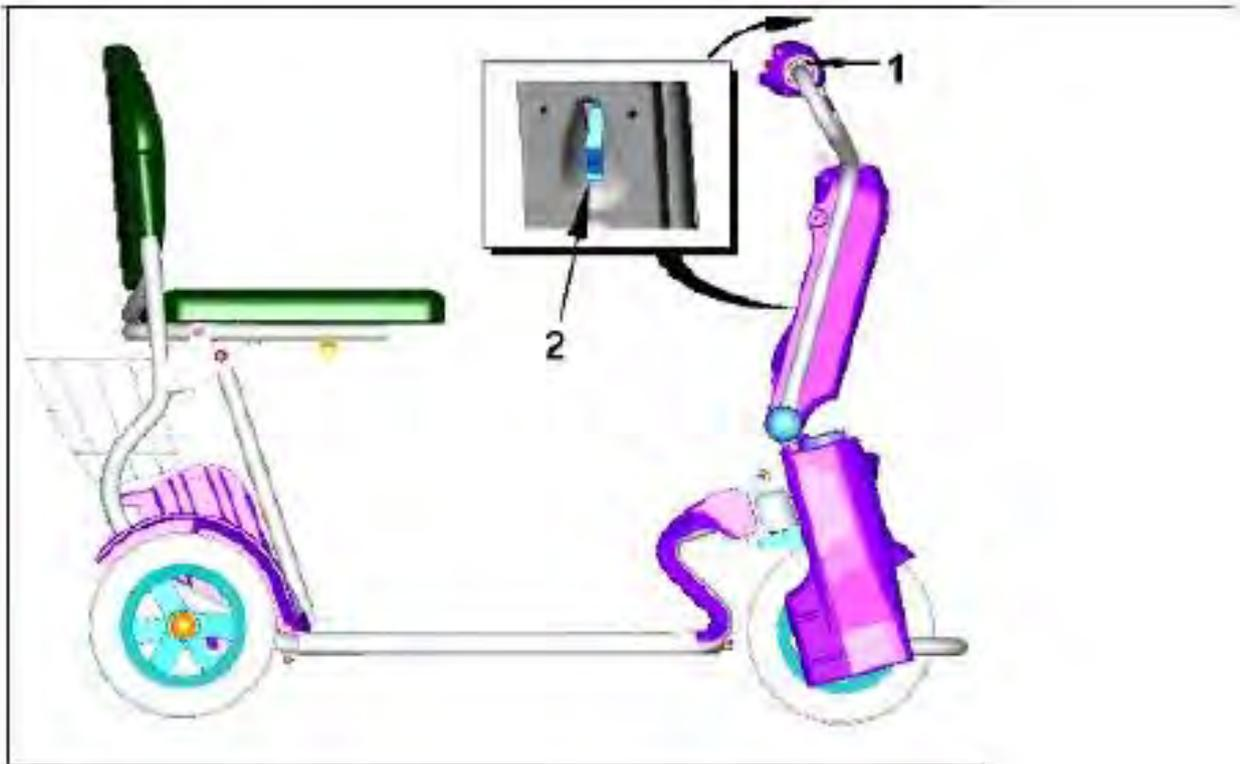

Figura 9
Para inclinar el manillar (1) hacia adelante tire de la palanca (2) hacia arriba como se muestra en figura 9, empuje el manillar (1) hacia delante, mientras que tira de la palanca (2). Cuando quiera fijar y asegurar el manillar (1) , tan sólo suelte la palanca (2) en la posición deseada y será fijara en la ranura más cercana.